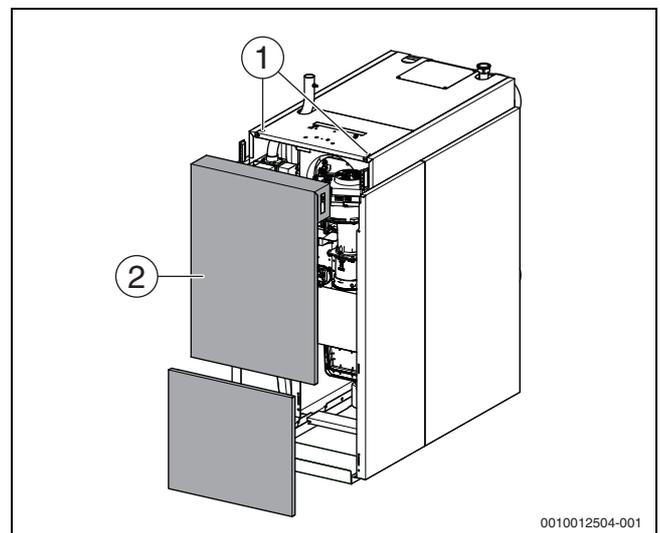

Fig. 36 Retrait du panneau avant
- ▶ Dévisser les vis de verrouillage (→ Fig. 36, [1]) situées sur la face supérieure de la chaudière au sol à l'aide d'un outil approprié en tournant dans le sens anti-horaire puis déverrouiller le panneau avant supérieur de la chaudière.
- ▶ Incliner le panneau avant de la chaudière (→ Fig. 36, [2]) vers l'avant et tirer vers le haut pour l'extraire du rail inférieur.